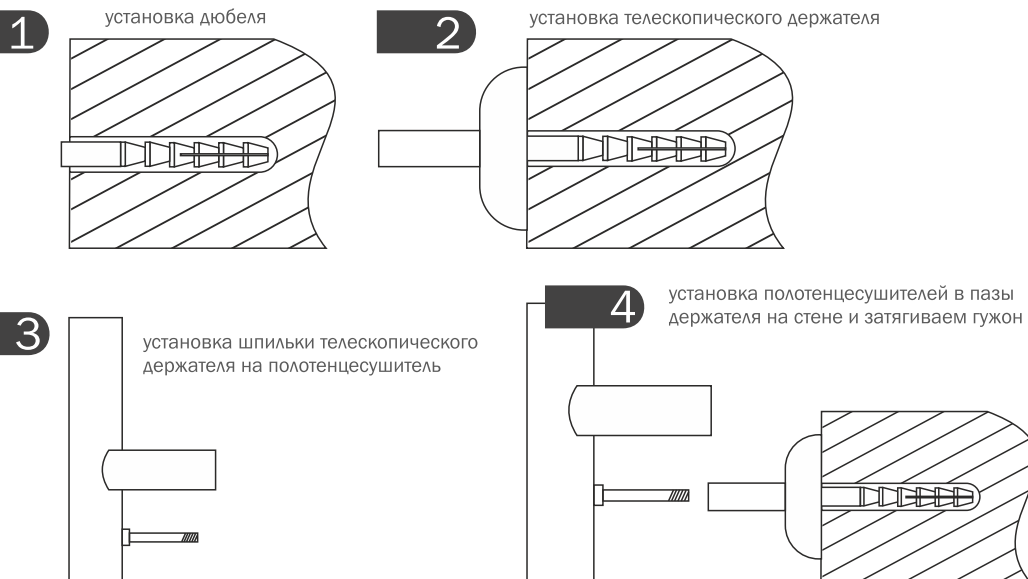

Рис.2
- Монтаж полотенцесушителя должен производиться согласно представленной схеме. (Рис. 2, Рис. 3.)